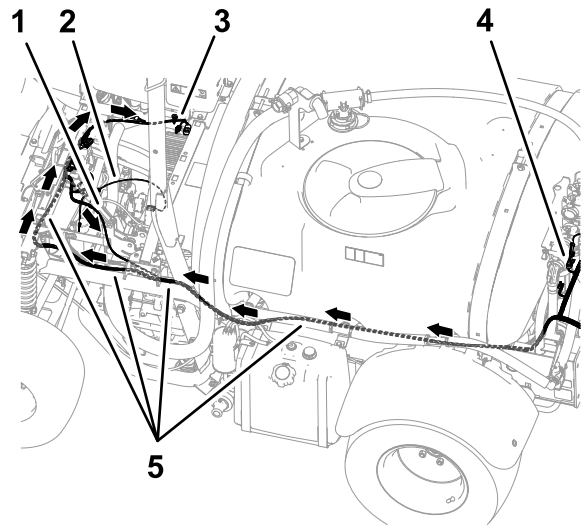
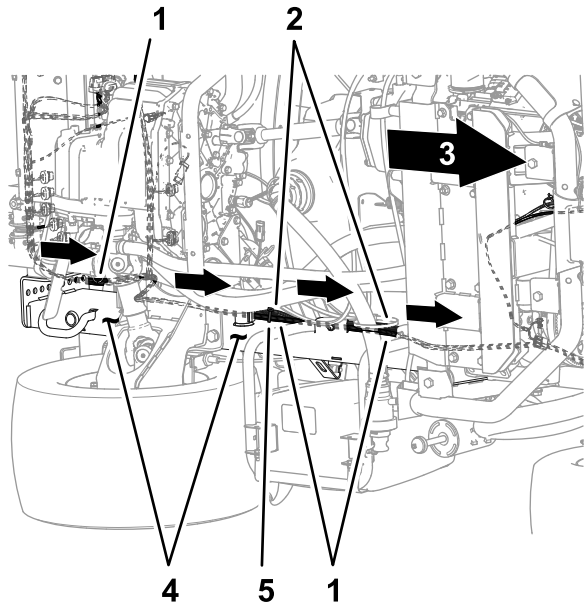
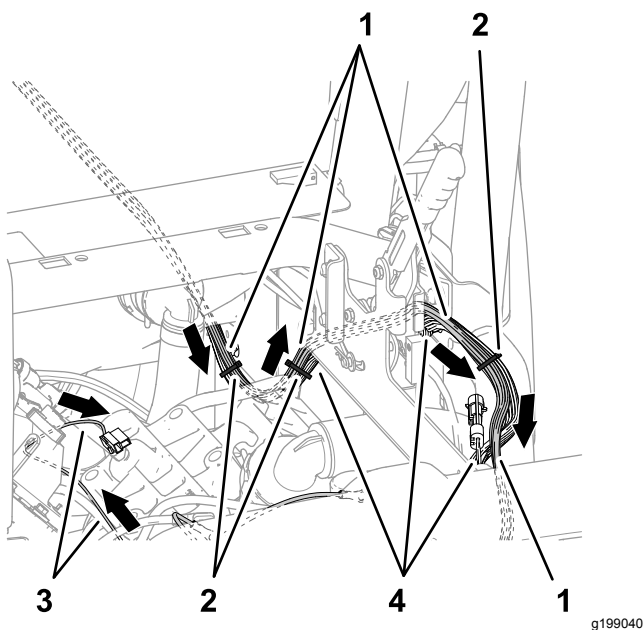
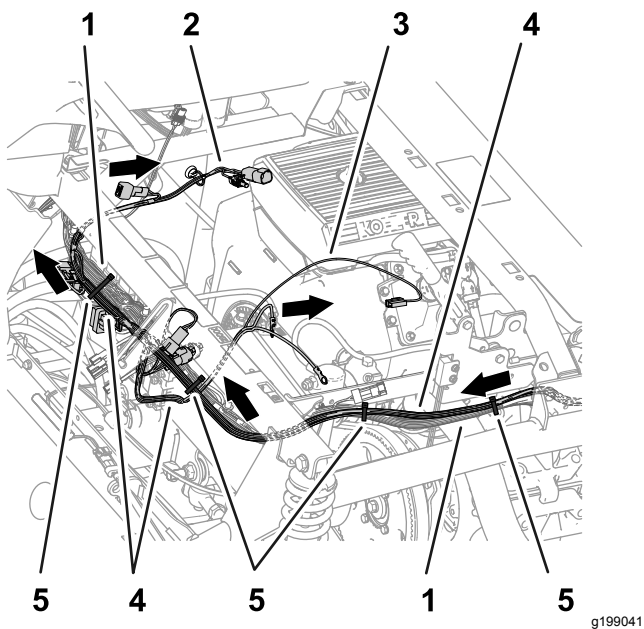

图 81
图 82
图 83
图 84
3. 将套件线束的 84cm、60cm 及 66 cm 线束支管向前沿左机架槽布置图 81 和图 82。
4. 将套件线束的 84cm、60cm 及 66cm 线束支管沿机器线束、刹车组件的外侧布置图 83。
5. 如图 84 所示让套件线束的 84cm、60cm 及 66 cm 线束支管跨过减震支撑管。
6. 如图 82、图 83 及图 84 所示将套件线束固定到机器线束。